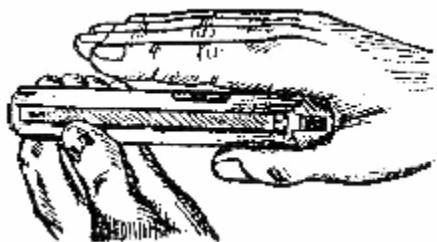
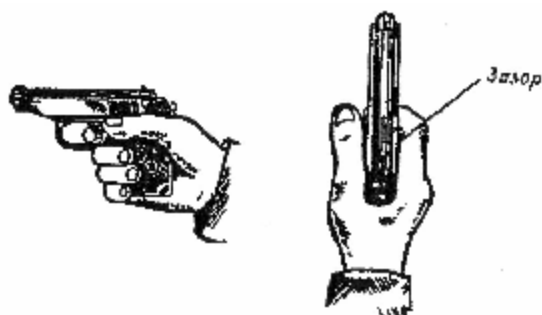

Рис. 12. Расположение рукоятки пистолета в кисти
Рис. 13. Правильное положение пистолета в руке
лучше стоя лицом к цели, держа пистолет за рамку левой рукой (рис. 12).
1. Расположение рукоятки пистолета в кисти. Рукоятка пистолета помещается в “вилке” образуемой большим и указательным пальцами (рис. 12). Тыльная часть рукоятки упирается в мякоть основания большого пальца. Большой палец вытянут вдоль левой стороны рамки пистолета, примерно, параллельно направлению ствола, указательный — своим первым суставом накладывается на хвост спускового крючка между серединой и сгибом, а остальная часть пальца не должна касаться боковой поверхности пистолета, то есть между правой стороной рамки пистолета и указательным пальцем должен быть зазор (рис. 13). Такое положение указательного пальца лучше всего обеспечивает давление на спусковой крючок прямо назад, не вызывая смещения пистолета, наведенного в цель.